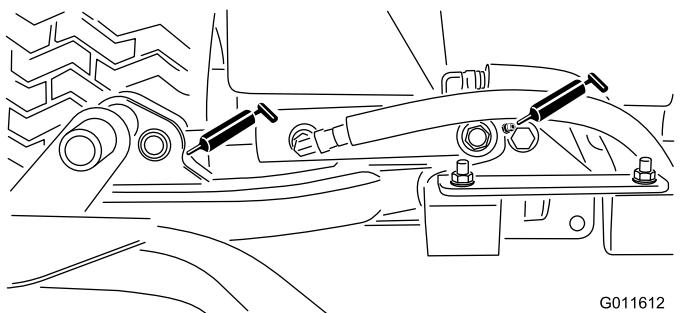

Figure 65
- Vérins des bras de levage des unités de coupe (x 2) – Figure 65
- Pivots des bras de levage (x 1) – Figure 65